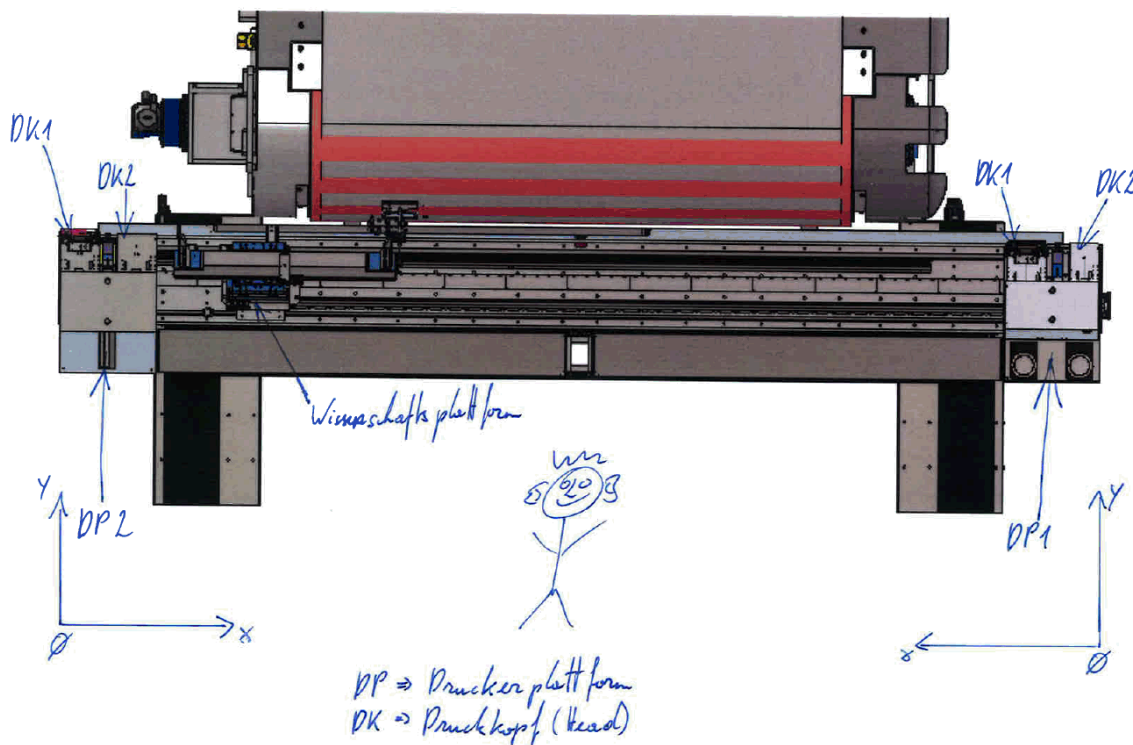

Abbildung 23 Richtungsdefinitionen
- Links bei Stehen vor der Druckkopfschlitten (siehe Abbildung 23)
- Rechts bei Stehen vor der Druckkopfschlitten (siehe Abbildung 23)